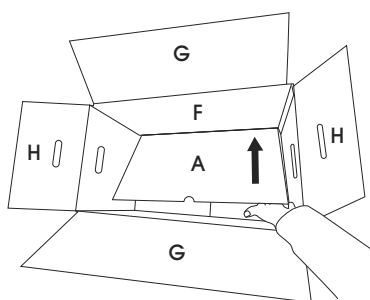

Figure 8
7. Soulevez le rabat inférieur à l'intérieur (A) contre le panneau avant (E). (Voir Figure 8 et 9)